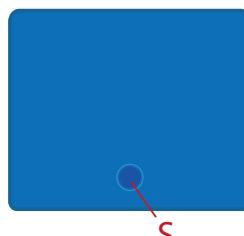

Imagen 2
- SW (SW1): Terminal de entrada de interruptor/pulsador (Control O (01))
- O (01): Terminal de entrada del circuito de carga
- I: Terminal de salida del circuito de carga (1)
- S: Botón S (Imagen 2)